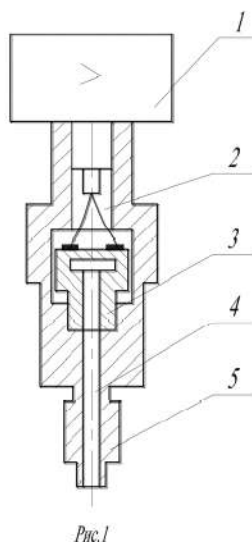

Рис.1
1.3.1. Мембранный тензопреобразователь 3 (Рис.1) размещен внутри корпуса 5. Измеряемое давление подается в камеру 4 и воздействует на мембрану преобразователя. Полость 2 сообщена с окружающей атмосферой. Электрический сигнал от тензопреобразователя передается в электронный блок 1.